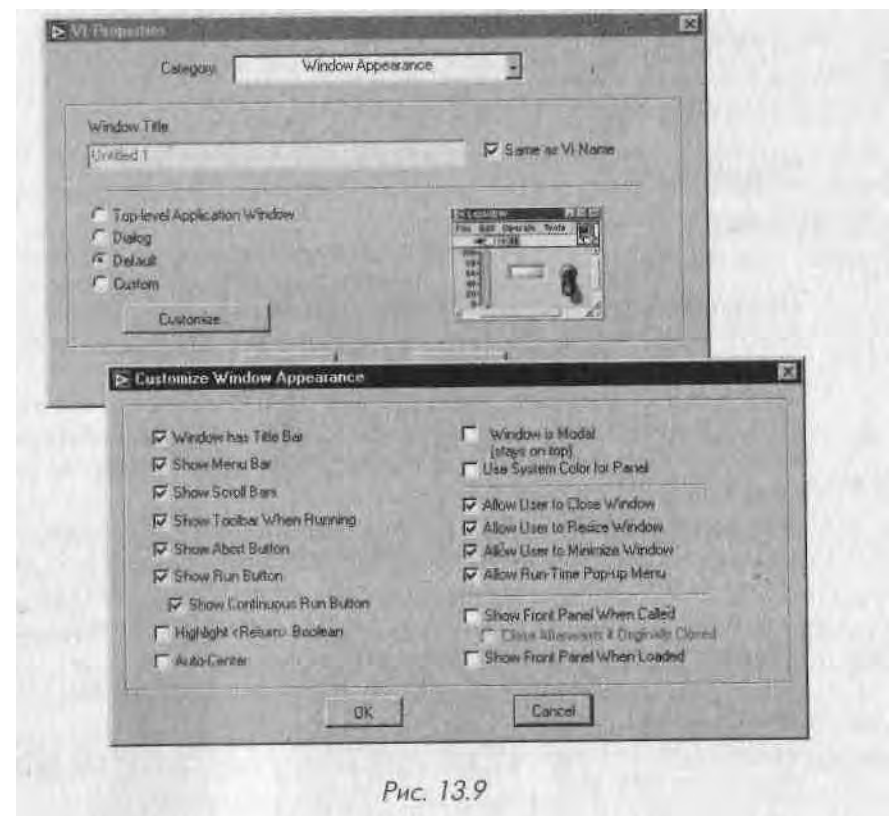

Рис. 13.9
11.к тройки раздела **Внешний вид окна** (Window Appearance), приведенные на рис. 13.9, позволяют управлять многими деталями внешнего вида окна виртуального прибора. Вы можете выбрать из предварительно определенных заготовок **Приложение верхнего уровня** (Top-level application), **Диалог** (Dialog) или **По умолчанию** (Default) либо настроить внешний вид окна по своему желанию (Custom).